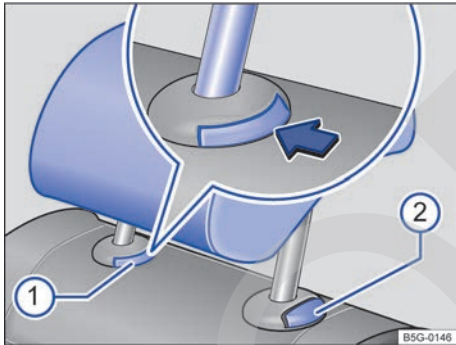

Fig. 65 Desmontaje de los apoyacabezas traseros.
- Pulse la tecla → fig. 65  de la guía del apoyacabezas.